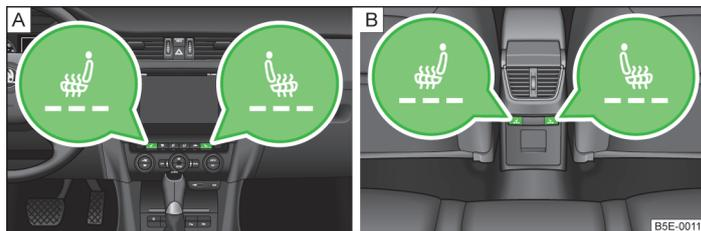

Fig. 51 Chauffage : Sièges avant/sièges arrière
- Appuyez sur la touche de symbole  ou  » fig. 51.
Un seul appui règle le chauffage à l'intensité maximale (niveau 3), ce qui est indiqué par trois voyants allumés en dessous de la touche » fig. 51 - **A** ou dans la touche » fig. 51 - **B**.